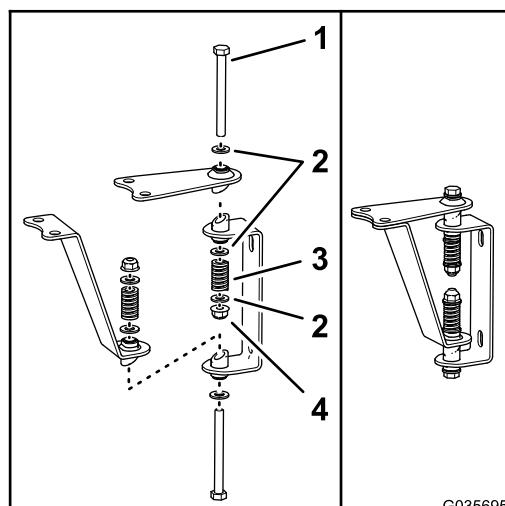
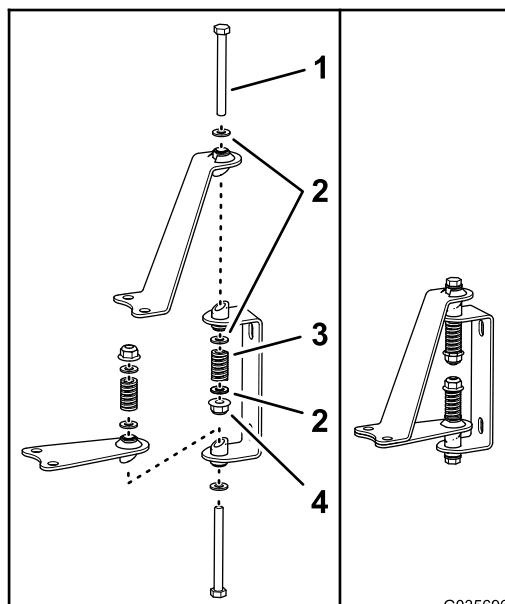

Figura 4
Figura 5
4. Introduzca los pernos a través de las aberturas de los tubos soldados con bisagras, de las bisagras y de las pletinas, tal y como se muestra en la Figura 4 o la Figura 5.
5. Instale una arandela plana sobre el extremo expuesto de cada perno (Figura 4 o Figura 5).
6. Instale un muelle en el extremo de cada perno (Figura 4 o Figura 5).
7. Instale una arandela plana y una contratuerca en el extremo de cada perno (Figura 4 o Figura 5) y apriete las contratuercas hasta que no quede holgura en el muelle.